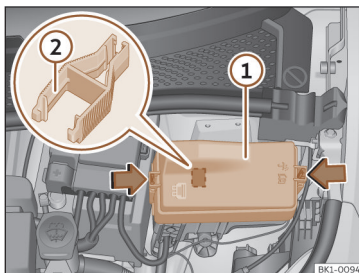

Fig. 171 No compartimento dianteiro: tampa da caixa de fusíveis.
- Pressione as patilhas de bloqueio para desbloquear a tampa da caixa de fusíveis >>> **Fig. 171 ①**.
Na caixa de fusíveis pode haver umas pinças de plástico para extrair fusíveis >>> **Fig. 171 ②**.